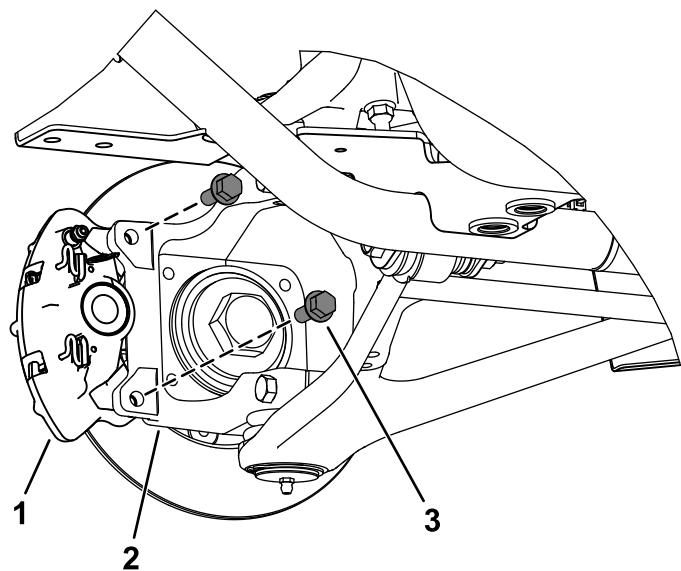

図 4
4. ブレーキキャリパアセンブリをステアリングナックル機体前部とアクスル機体後部に固定しているフランジヘッドボルト3/8 x 1 インチを外して、ブレーキキャリパアセンブリを取り外す 図 4。